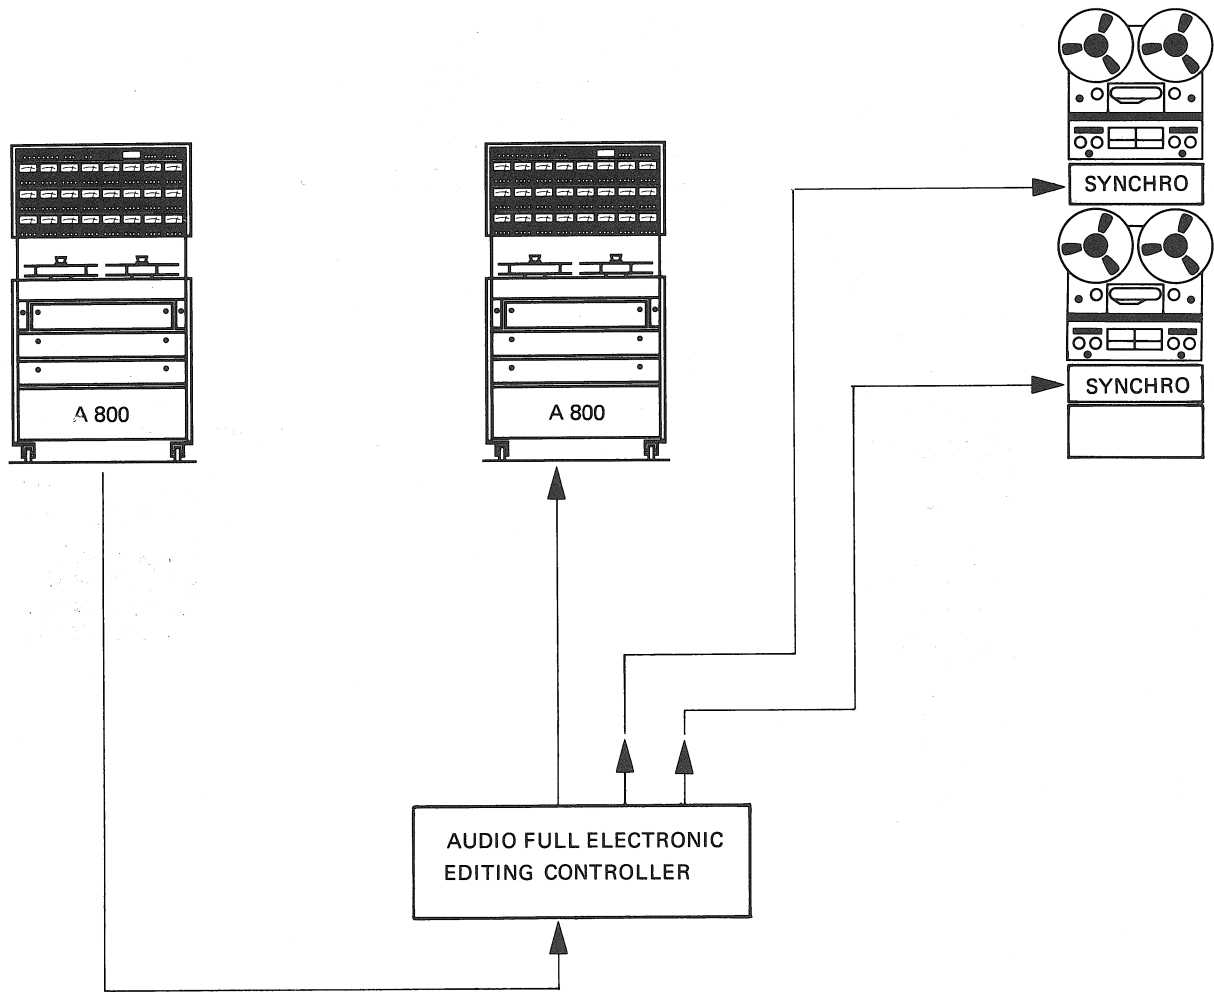

FIG 11
f) Audio-Audio Interlock Figure 11